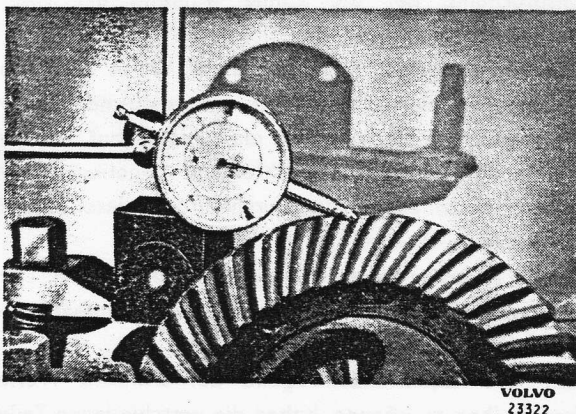

Bild 5-41. Zahnflankenspiel messen
13. Zahnflankenspiel prüfen, siehe Bild 5-41. Dies muss mit dem, im Teil "Techn. Daten" angegebenen Wert oder mit dem, auf dem Tellerrad eingestempelten, Wert übereinstimmen. Das Zahnflankenspiel soll wenigstens 0,1 mm betragen.